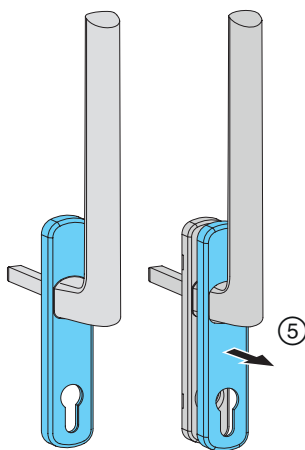

Abb. 41
- ⑤ Adeckkappe von Griffrosette lösen; **Abb. 41**.